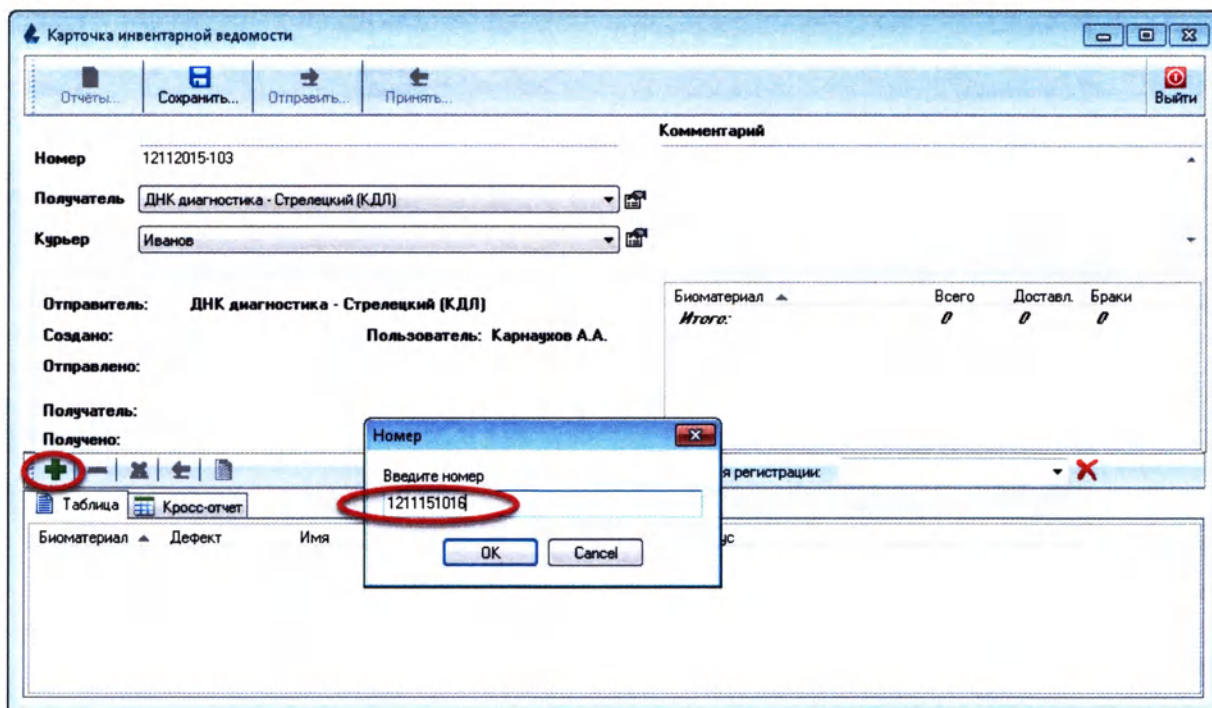

Рисунок 1.7
2. Ручным способом. Нажмите кнопку **«Добавить»** –  и в открывшемся окне введите номер заявки и нажмите кнопку **«Ок»**, как показано на рисунке ниже (Рисунок 1.7):